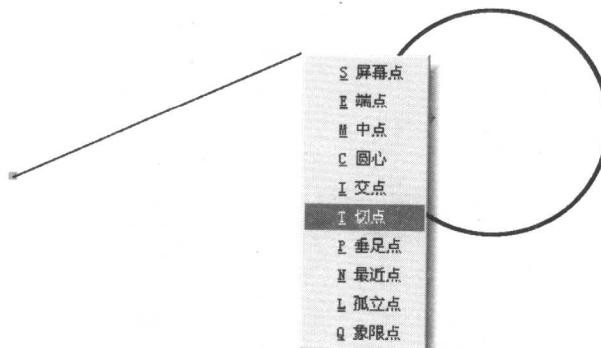

图 1-7 工具点菜单
(4) 空格键捕捉菜单：在输入点状态下单击 Space 键，出现如图 1-7 所示的工具点菜单，可以根据作图需要从中选取特征点进行捕捉。